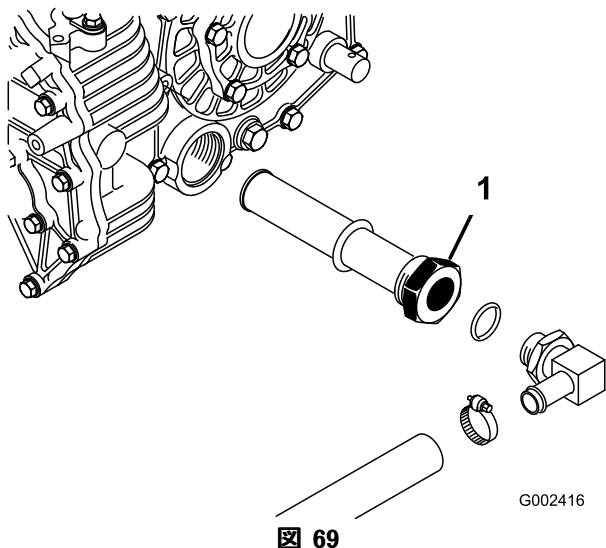

図 69
- タンク側面のストレーナについている油圧ホースと 90 度フィッティングの向きを確認記憶する (図 69)。油圧ホースと 90 度フィッティングを外す。